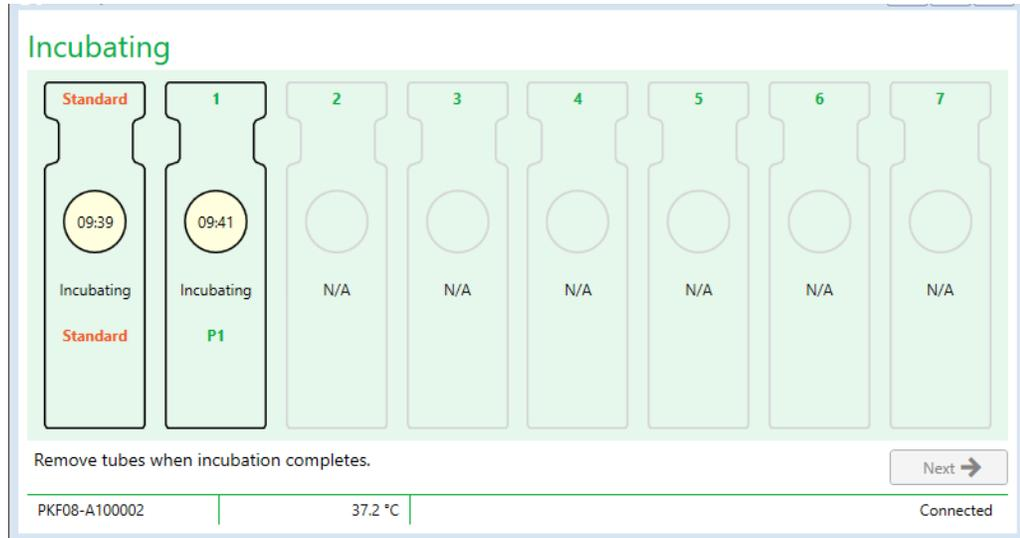

Figure 10. Écran d'incubation de BG Analytics
2. Insérez chaque tube dans son puits respectif de l'instrument PKF08 pour commencer l'étape d'incubation (Figure 10). Chaque puits est programmé individuellement.